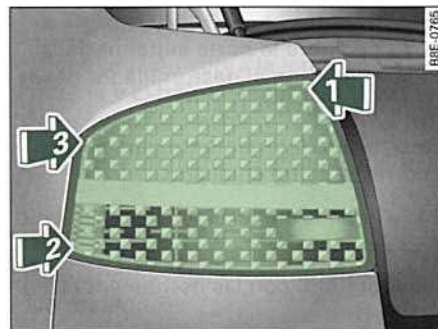
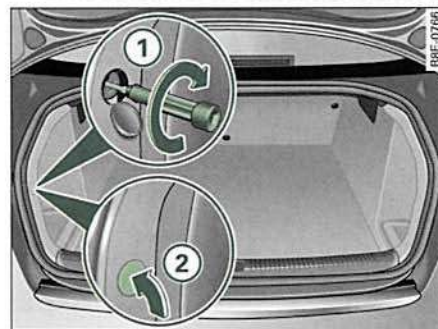

Fig. 261 Montar la unidad de luz trasera
Fig. 262 Maletero: Posición del tornillo de fijación para la unidad de luz trasera
- Coloque la unidad de luz trasera primero en ⇒ fig. 261 flecha ① en el alojamiento. ►
- Presione ligeramente la unidad de luz trasera, primero por el punto ② y luego por el punto ③ contra el alojamiento, hasta que los clips asienten firmemente en los cojinetes de goma.
- Ejercer una ligera presión sobre la parte superior de la unidad de luz trasera y fijela con el destornillador desde el maletero ⇒ *página 307, fig. 262 ①*.
- Vuelva a colocar en su lugar la cubierta del revestimiento interior ②.